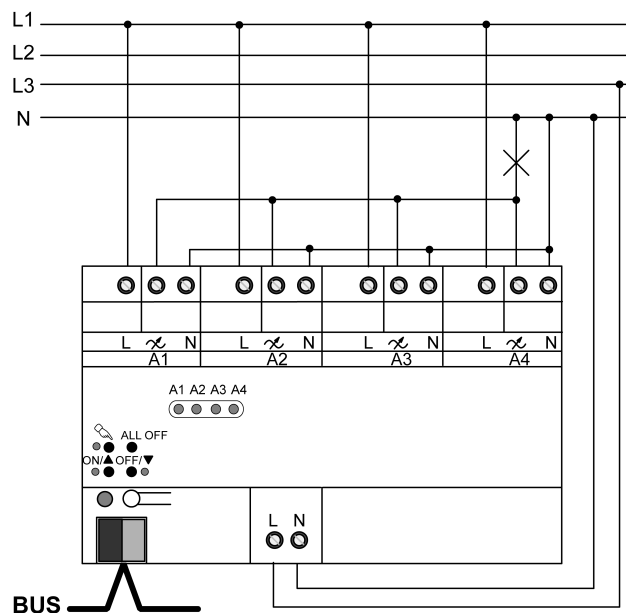

Bild 6: Parallellkoppling av dimmerutgångar - anslutningsexempel
- Anslut enheten enligt anslutningsexemplet (Bild 6).